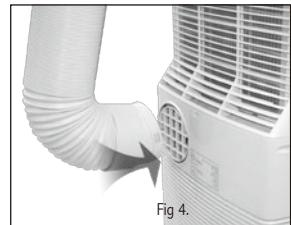

Fig 4.
**D. Conectar la Manguera de Escape al Acondicionador de Aire Portátil (AAP): Fig. 4**
1. Adjunte el Conector de Manguera para Escape de Calor (4) alineando las uñas de la manguera al AAP y presione hasta que encaje en su sitio.